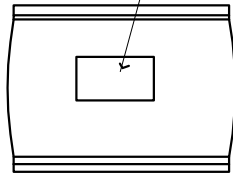

图2
- 1: 如图2, 袋装后贴上物料标签, 每小袋装100pcs。